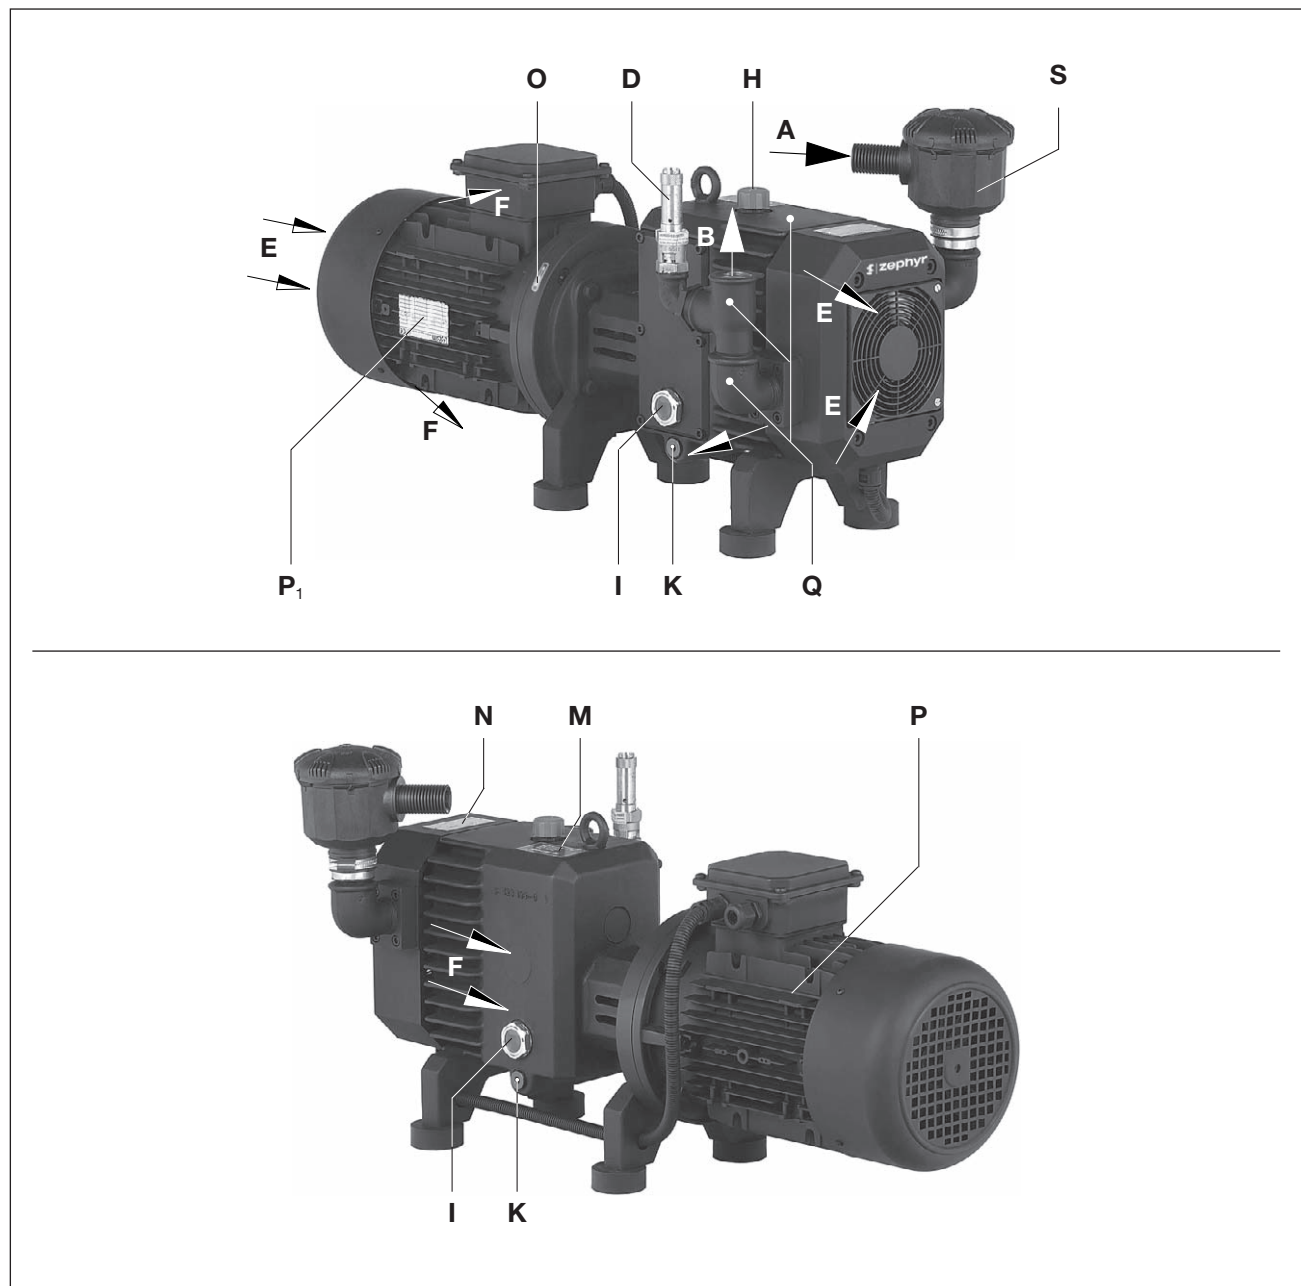
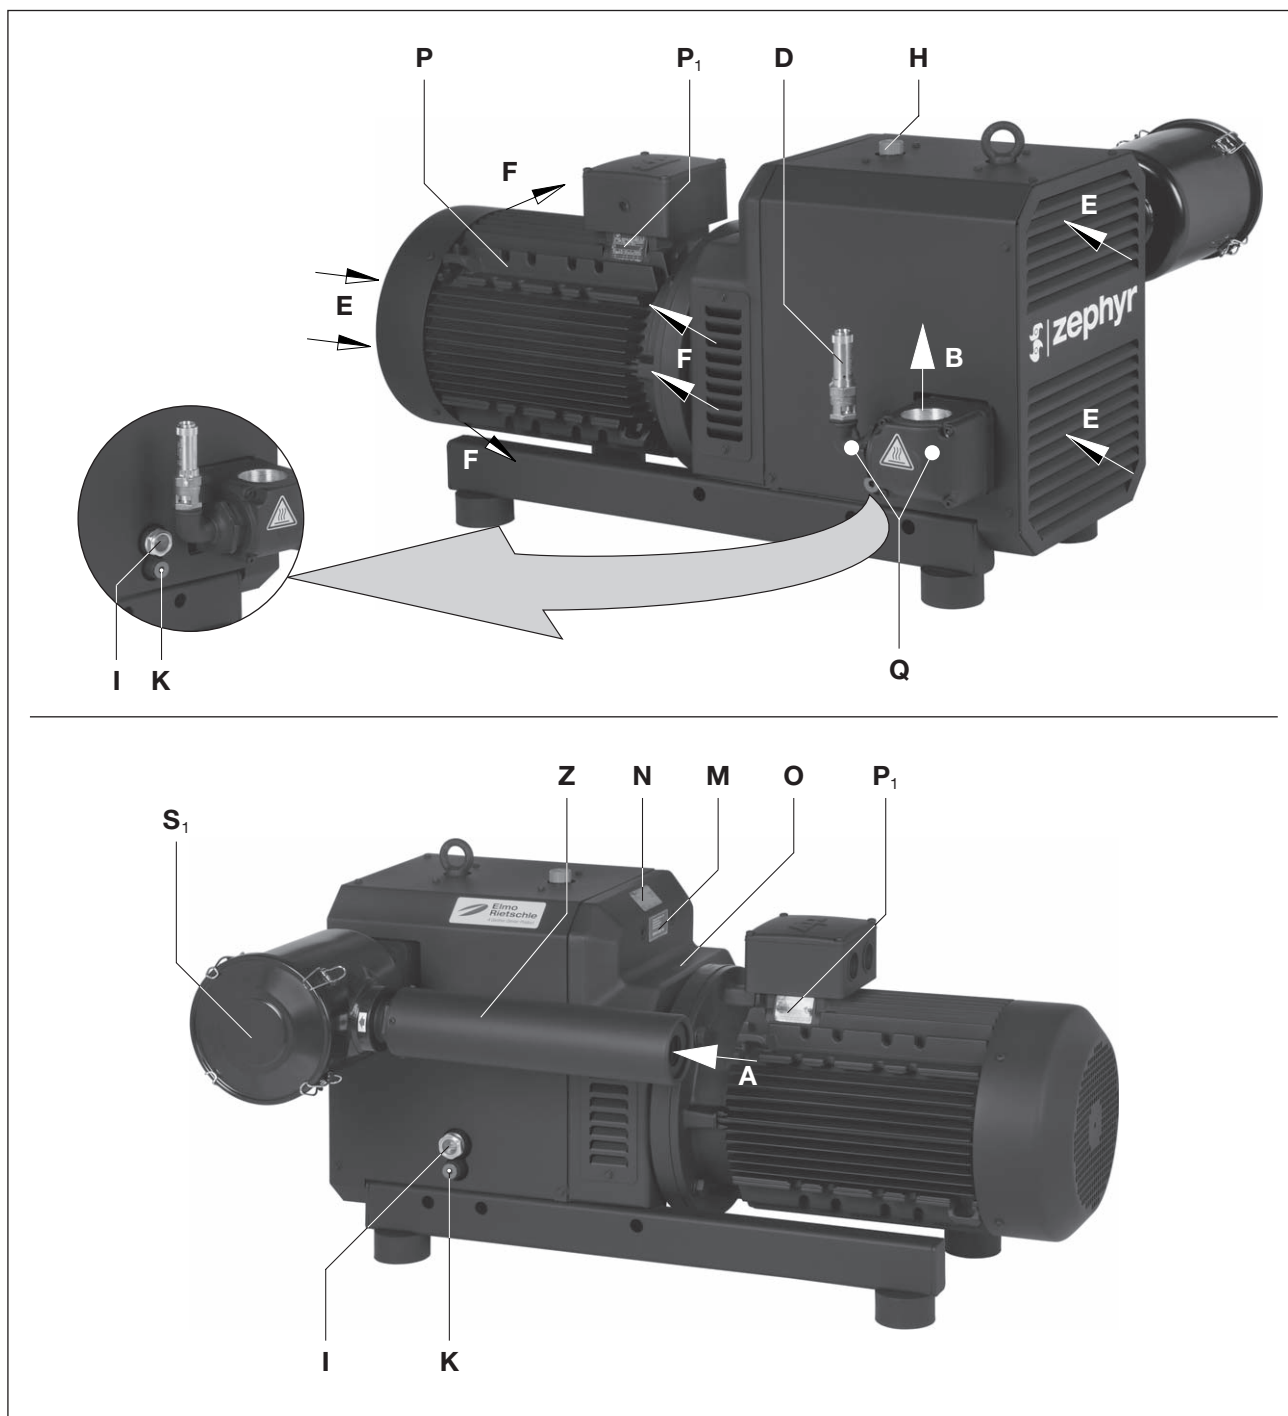

Abb. 2 Verdichter C-DLR 60
Abb. 3 Verdichter C-DLR 100 - 300
Um die Verdichtungswärme abzuführen, wird die Kühlluft mit Hilfe eines Trommellüfters, welcher die frische Kühlluft (Abb. 3/E) ansaugt und die erwärmte Luft am Kühlluftaustritt (Abb. 3/F) ausbläst, zwischen dem Verdichter und der Haube hindurchgesaugt.
Als Schutz vor Überlastung ist serienmäßig ein Sicherheitsventil (Abb. 2/D... 4/D) angebaut.
Diese berührungsfrei laufenden Klauen-Verdichter C-DLR eignen sich zur Erzeugung von Überdruck zwischen 0 und der auf dem Datenschild (Abb. 2/N) angegebenen Höchstgrenze (bar). Dauerbetrieb ist zulässig.
Öl-Einfüllstelle (Abb. 2/H... 4/H), Öl-Schaugläser (Abb. 2/I... 4/I) und Öl-Ablässe (Abb. 2/K... 4/K) müssen leicht zugänglich sein.
Die Kühlluft-Eintritte (Abb. 2/E... 4/E) und die Kühlluft-Austritte (Abb. 2/F... 4/F) müssen mindestens 30 cm Abstand zu benachbarten Wänden haben. Austretende Kühlluft darf nicht wieder angesaugt werden.
Für Wartungsarbeiten ist vor dem Ansaugfilter (Abb. 2/S) und dem Ansaugschalldämpfer (Abb. 3/Z, 4/Z) min. 40 cm Abstand vorzusehen.
- a) Druckanschluss bei (Abb. 2/B... 4/B).
- a) Das Schmieröl (geeignete Sorten siehe "Wartung") für die Zahnräder und Lager an der Öleinfüllstelle (Abb. 3/H) bis zur Mitte an den Schaugläsern (Abb. 3/I) auffüllen.
- a) Die elektrischen Motordaten sind auf dem Datenschild (Abb. 3/N) bzw. dem Motordatenschild (Abb. 3/P₁) angegeben. Die Motoren entsprechen DIN EN 60034 und sind in Schutzart IP 55 und Isolationsklasse F ausgeführt. Das entsprechende Anschlussschema befindet sich im Klemmenkasten des Motors (entfällt bei Ausführung mit Stecker-Anschluss). Die Motordaten sind mit den Daten des vorhandenen Stromnetzes zu vergleichen (Stromart, Spannung, Netzfrequenz, zulässige Stromstärke).